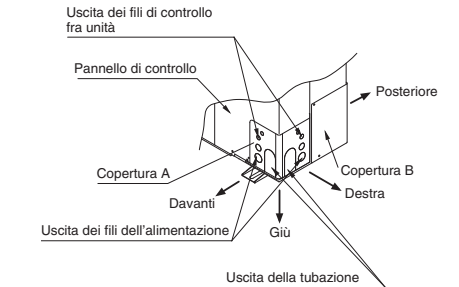

Fig. 4-2
- (1) Se la direzione dell'instradamento è in avanti, indietro o a destra, usare una pinza o strumento simile per praticare i fori per le uscite dei fili di controllo fra unità, dei fili dell'alimentazione e della tubazione delle rispettive coperture A e B.
- (2) Se la direzione dell'instradamento è verso il basso, usare una pinza o strumento simile per tagliare via la flangia inferiore dalla copertura A. (Fig. 4-2)